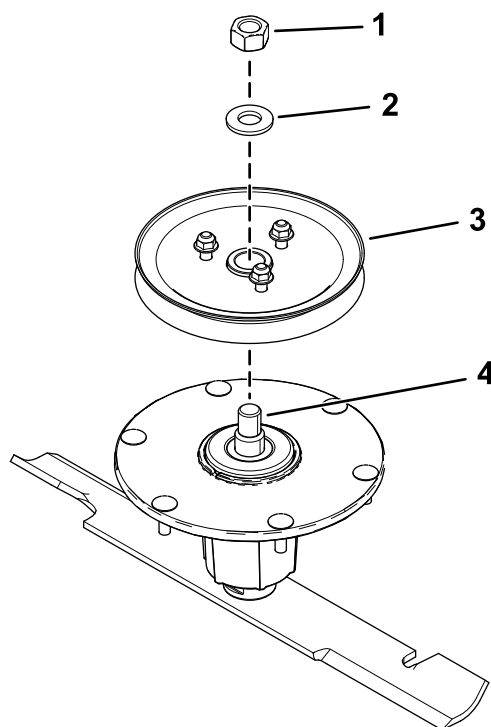

Figur 8
4. Monter de tre mutterne løst til boltene (Figur 8).